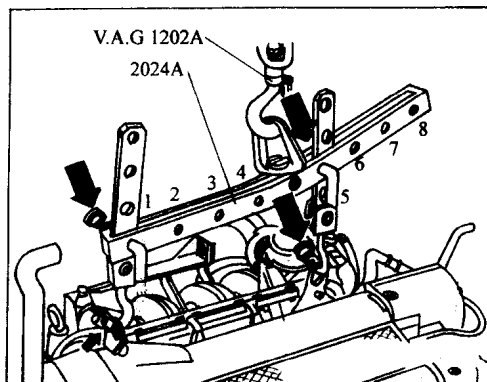

图 2-3 使用悬挂工装 2024A
(10) 排放冷却液, 将发动机上的冷却液软管拔出;
(11) 拆下 V 带、空调压缩机;
(12) 松脱变速器上左右传动轴并绑高, 拆下锁支架及安装件;
(13) 如图 2-3 所示嵌入悬挂工装 2024A 并用车间起重机略微抬起。注意挂钩和定位锁上使用防松销;
(14) 松脱变速器液压支座 - B- 和发动机液压支架 - A- 上的螺栓;
(15) 降下发动机和变速器机组直至从变速器支架上脱出;
(16) 将发动机和变速器机组向前拉出。如有必